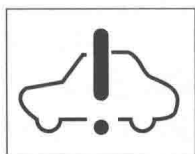

图 1-1-3 动力系统故障灯
(1)动力系统故障灯。北汽 EV200 动力系统故障灯如图 1-1-3 所示。